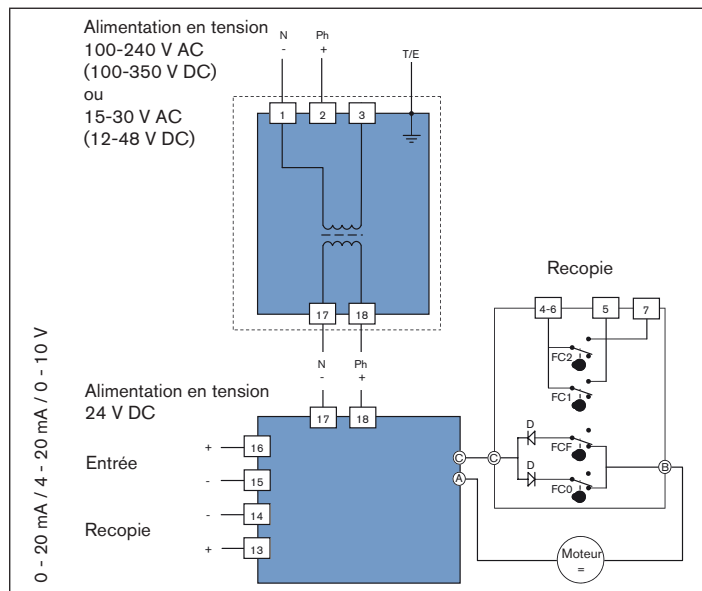

Fig. 21 : Schéma électrique
→ Raccordez le câble conformément au schéma électrique (voir « Fig. 21 ») au bornier pos. 14 de la carte d'alimentation en tension.